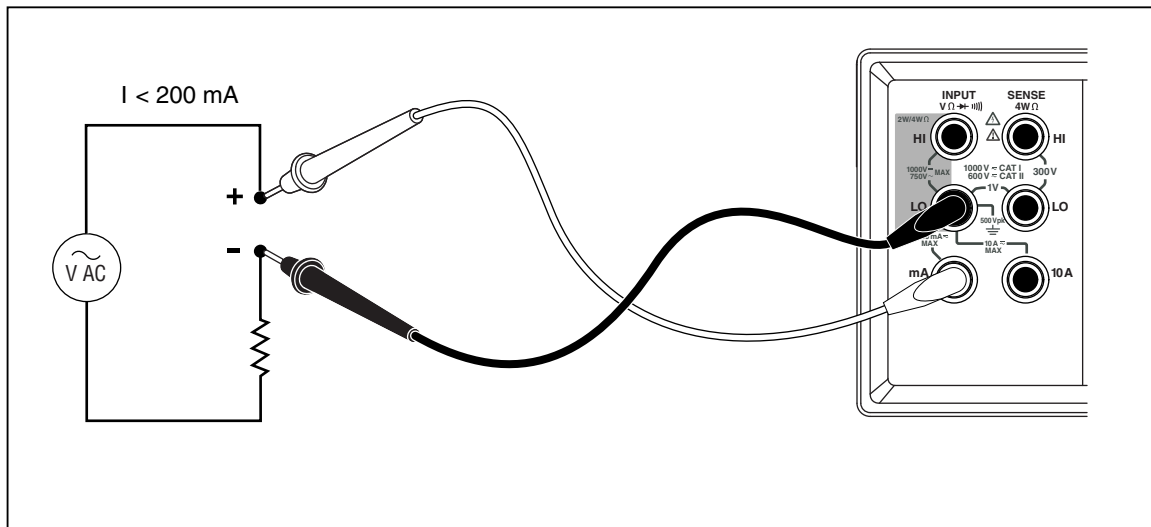

图 3-8. 电流测量 <200 mA
4. 如果预计测量电流小于 200 mA，可将测试线连接到 200 mA 和 LO 端子，并断开 10 A 连接端子上的所有测试线。请参见图 3-8。